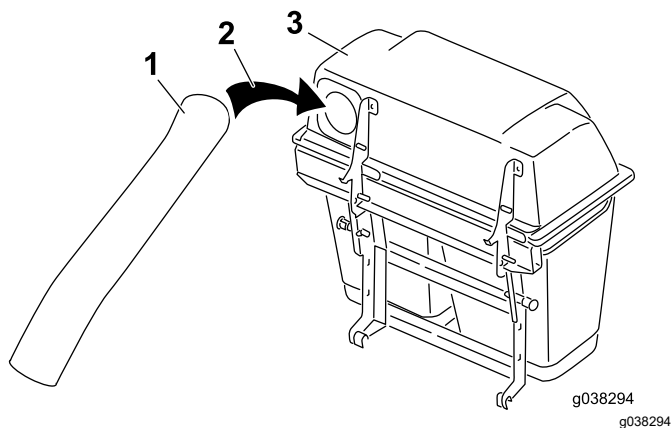

Bild 50
6. Setzen Sie das obere Rohr in die Öffnung am Heckfangsystem ein und ziehen es zurück, sodass die Füllkastendichtung hervorsteht (Bild 50).